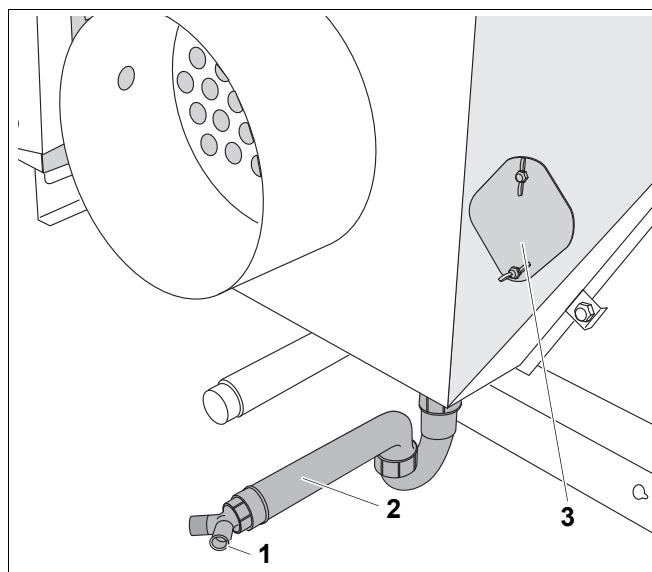

Рис. 27 Выход конденсата
- Подсоедините сливной шланг к патрубку (рис. 27, поз. 1) слива конденсата (сифону) (рис. 27, поз. 2) и закрепите хомутом. При использовании температуростойкой пластиковой трубы Ø 40 тройник на сифоне отпилите.
Экспликация к рис. 27
Перед пуском котла или устройства нейтрализации в эксплуатацию налейте в люк для чистки (рис. 27, поз. 4) примерно 10 литров воды, чтобы заполнить устройство нейтрализации и не допустить выхода дымовых газов из сифона котла.
Для влажной чистки рекомендуется применять устройства для чистки под высоким давлением. Частицы, оставшиеся после чистки, не должны попадать в устройство нейтрализации. При проведении чистки не допускайте забивания выхода конденсата, см. (рис. 27, поз. 2).
- Проверьте и при необходимости очистите сборный коллектор дымовых газов и слив конденсата (рис. 27, **поз. 3**) через люк для чистки.